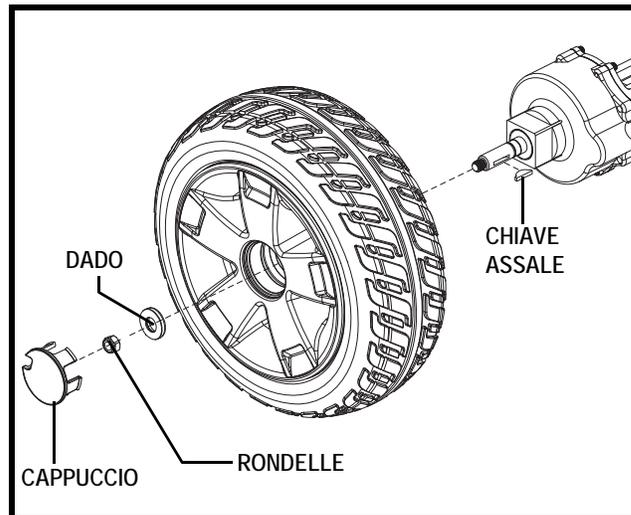

Figura 22. Rimozione di ruote a gomma solida
3. Rimuovere il cappuccio, dado e rondelle dal assale della ruota. **Vedere figura 22.**
5. Infilare la ruota nell'asse. Verificare che la chiave sia nell'apposita fessura. **Vedere figura 22.**